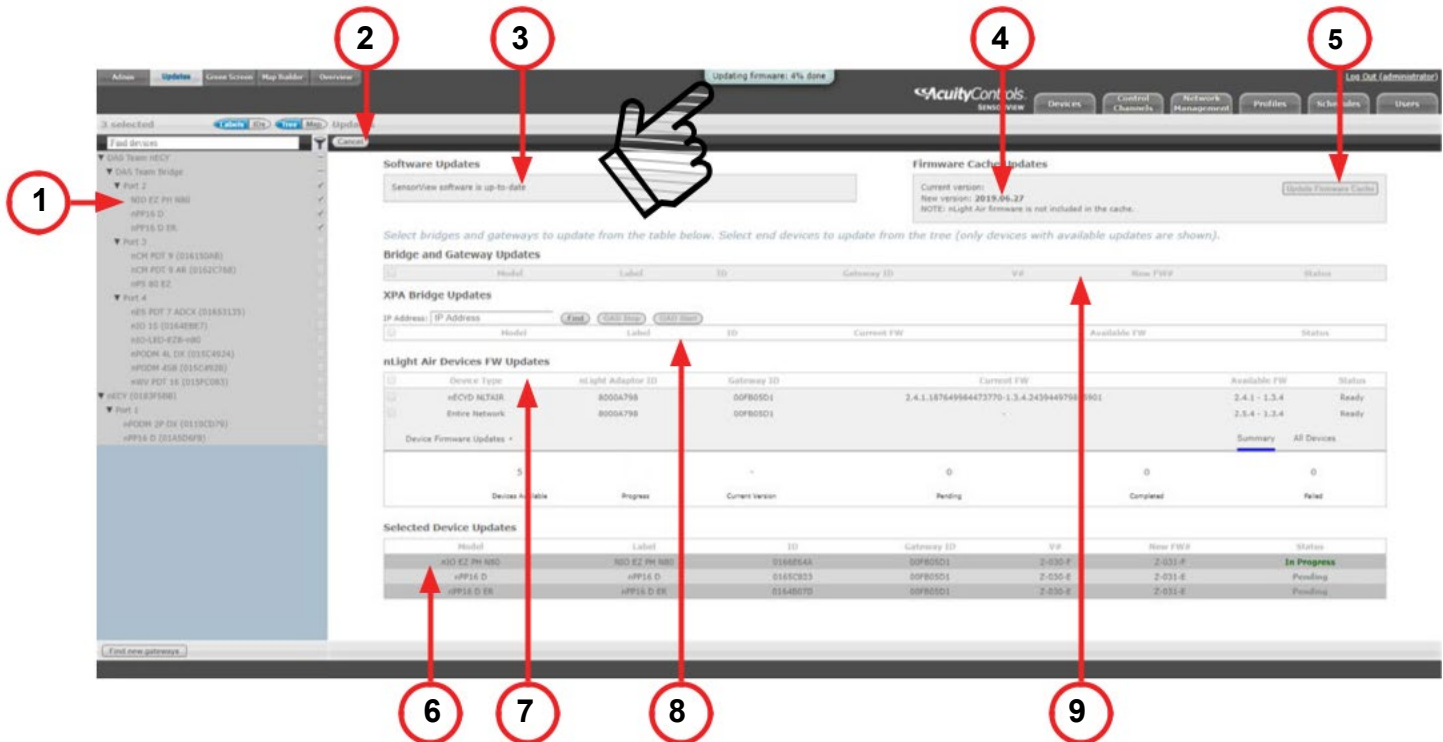

Figura 25: Actualizaciones
Esta función le permite al usuario actualizar el firmware de SensorView y de los dispositivos de red a las versiones más recientes. Cuando se accede a esta pantalla, la caché de firmware de SensorView se actualizará para todos los dispositivos disponibles, y la información se mostrará como se muestra a continuación (Figura 25).
- Botón Actualizar firmware:** Al hacer clic en el botón **Actualizar firmware**, se escribe el firmware más reciente en todos los dispositivos seleccionados. A medida que los dispositivos se actualicen, el status de la actualización se capturará a través de una burbuja en la parte superior de la pantalla como se señala en la Figura 25. El status de la escritura se mostrará en la columna **Status** de la cuadrícula. La cuadrícula también contiene los detalles del dispositivo con la versión actual del firmware.